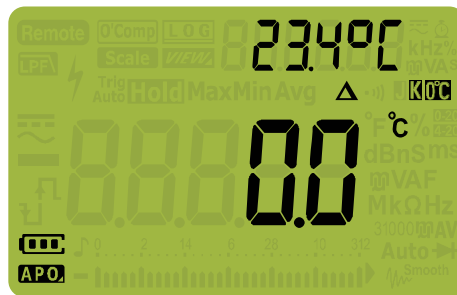

Figura 2-29 Misurazione della temperatura senza compensazione ambiente
- 1 Per misurare la temperatura, posizionare il selettore come  e premere  solamente una volta. Impostare il multimetro come mostrato in Figura 2-29.